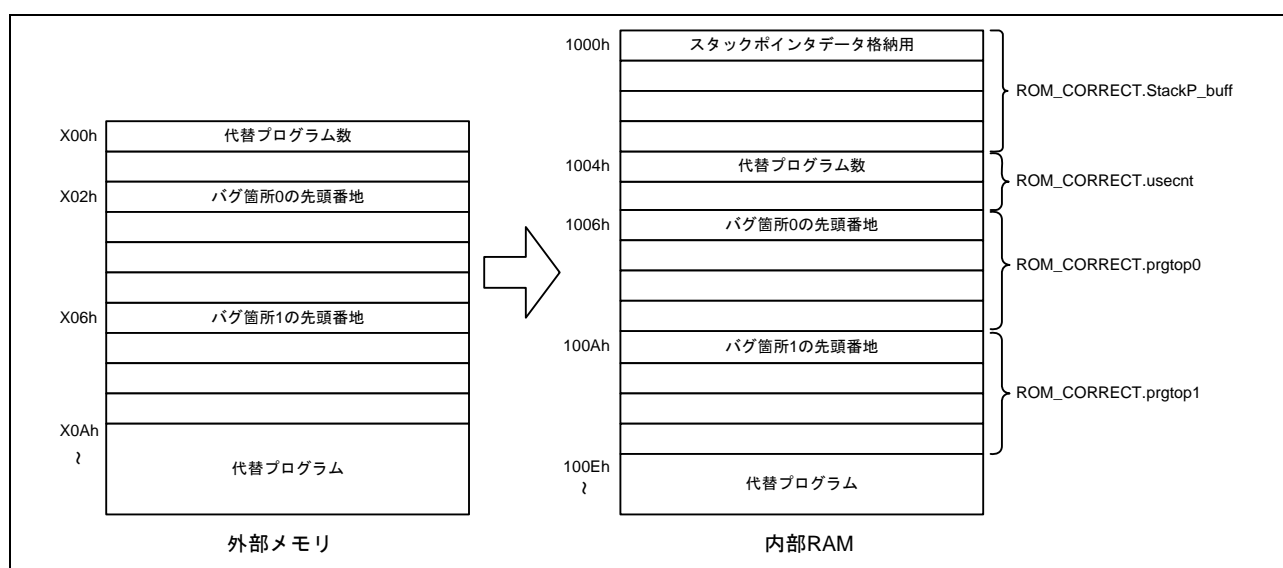

図 3.2 メモリ配置
- 外部メモリには、代替プログラム数(ROM\_CORRECT.usecnt)、バグ箇所0、1の先頭番地(ROM\_CORRECT.prgtop0、ROM\_CORRECT.prgtop1)と498バイトの代替プログラムがあり、最大508バイトまで格納できます。リセット後、外部メモリから内部RAMの1004hを先頭に代替プログラムをダウンロードします。(図3.2参照)